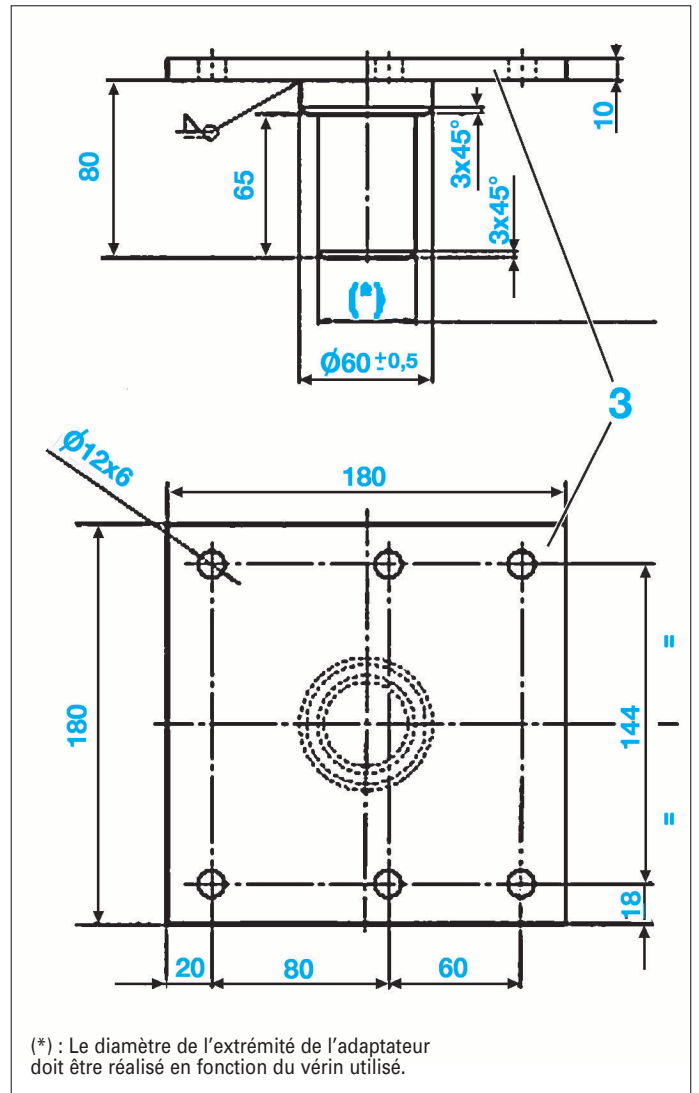

FIG. 11
- Fabrication de centreurs pour le remontage du berceau (Fig.11).
- Réaliser un montage rigide (Fig.11).